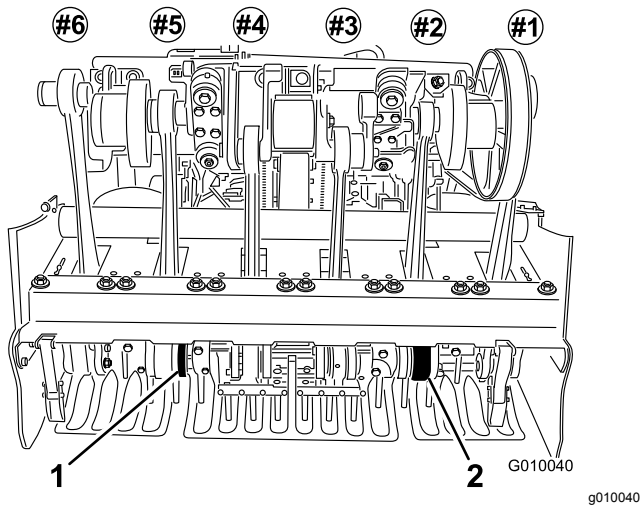

图27
6. 将打孔针安装到 2 号和 5 号打孔针夹头图27 拧紧螺栓。